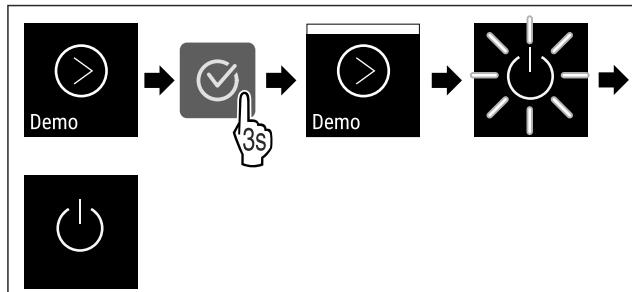

Fig. 110
- Изпълнете стъпките (вжк Fig. 110) .